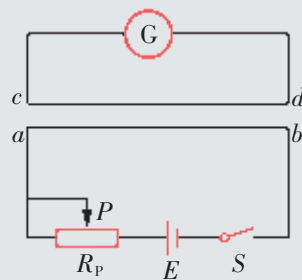

图 1-14
4. 如图1-14所示, 导线 ab 和 cd 互相平行, 在下列情况中, 使导线 cd 中有感应电流产生的是